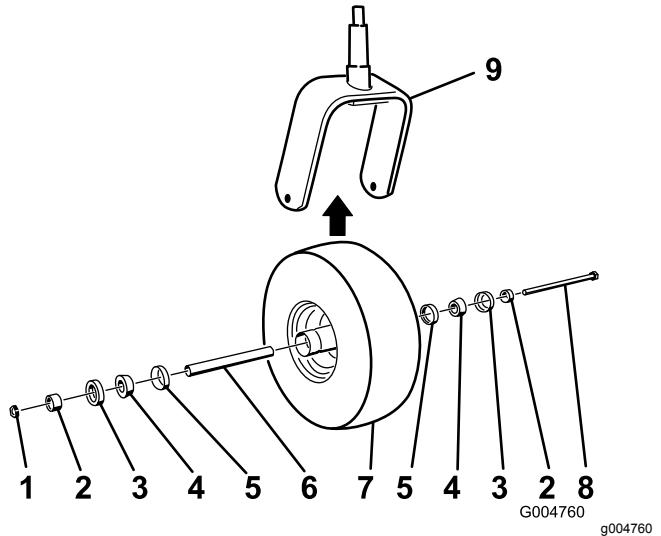

Figura 74
5. Ensamble la rueda giratoria presionando los cojinetes cónicos y las juntas, llenos de grasa, sobre el cubo de la rueda, según se muestra en la Figura 74.
2. Retire la contratuerca del perno que sujetla el conjunto de la rueda giratoria en la horquilla (Figura 74).